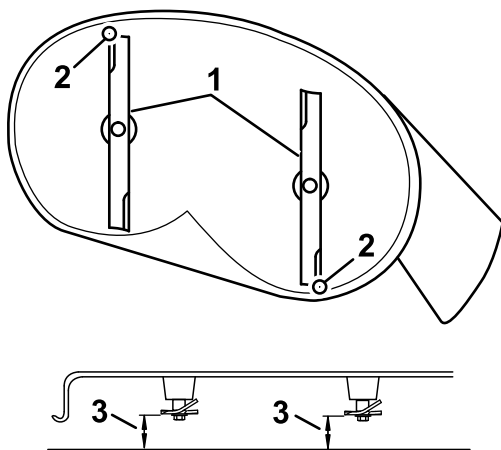
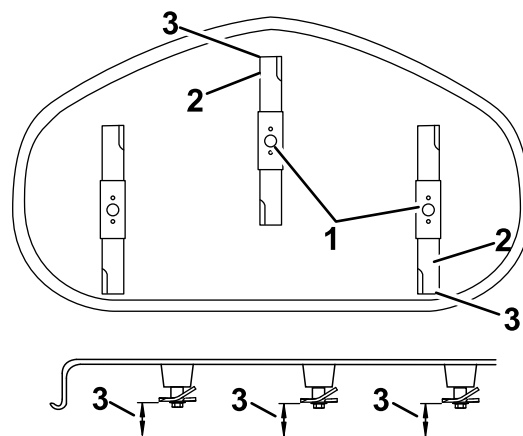

Bild 66
Bild 67
4. Drehen Sie die Messer vorsichtig, sodass sie in Längsrichtung zeigen (**Bild 66**).
5. Messen Sie zwischen der Messerspitze vorne und hinten und der flachen Oberfläche (**Bild 66** oder **Bild 67**).
4. Überprüfen Sie nach dem Einstellen erneut die Neigung in Längsrichtung. Stellen Sie die Mutter ein, bis die vordere Messerspitze um 1,6 mm bis 7,9 mm tiefer liegt als die hintere Messerspitze (Bild 66).